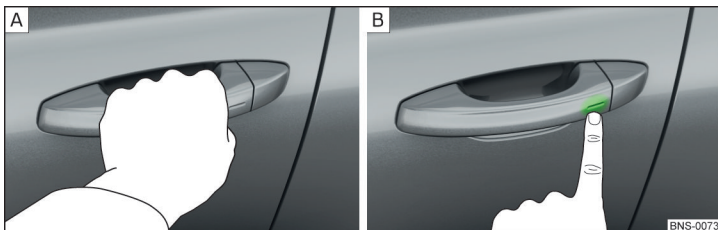

Fig. 44 Descuierea / încuierea autovehiculului
- Trageți de mânerul portierei, pentru a **descuia** autovehiculul » [fig. 44 - \[A\]](#).
- Pentru a **încuia** autovehiculul, atingeți cu degetul senzorul din mânerul portierei » [fig. 44 - \[B\]](#).
- În 5 s atingeți cu degetul senzorul de la mânerul portierei » [fig. 44 la pagina 59 - \[B\]](#). Dezactivarea este confirmată printr-o singură aprindere a luminilor de semnalizare.